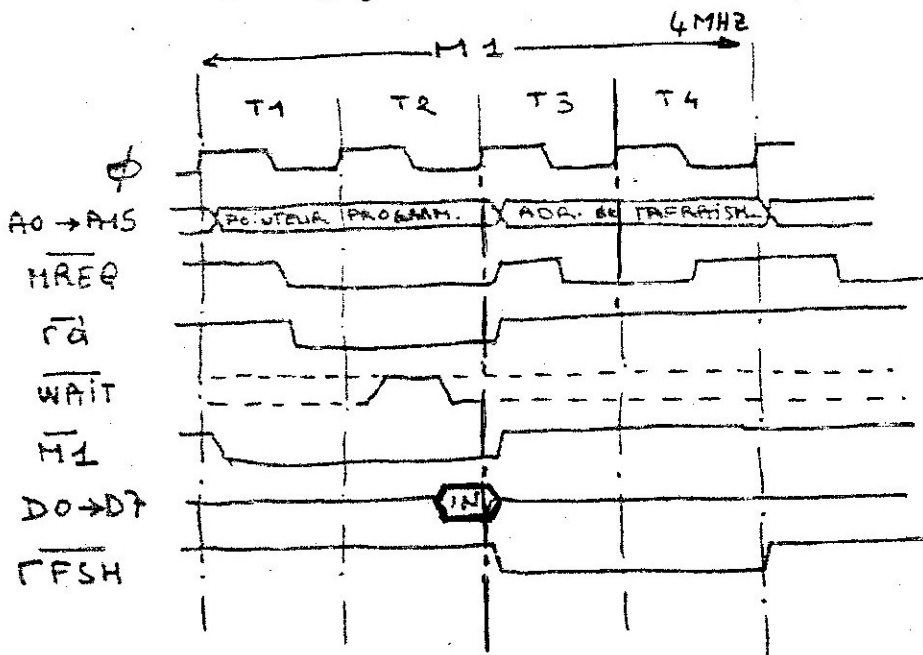

Figure 3:
- $\overline{\text{INT}}$ à "0" Dans le V65000, branche le programme à l'adresse 0038 (H) (MODE 1 d'interruption du Z80). ATTENTION cette fonction peut être masquée par le programme -
- la sortie M1 (Premier cycle) échantillonne le cycle de recherche d'instruction en mémoire de programme (voir la fig 3)